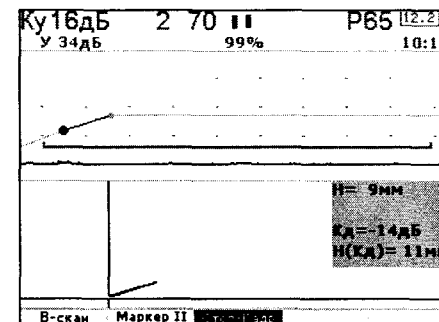

Рисунок 34
- 1) вращая ручку энкодера на правой стороне электронного блока, совместить горизонтальную линию первого маркера с нижней границей записи интересующего фрагмента дефектограммы на развертке типа Б (рисунок 34);
- 2) вращая ручку энкодера на левой стороне электронного блока, совместить вертикальную линию первого маркера с левым краем интересующего фрагмента дефектограммы на развертке типа Б (рисунок 34);